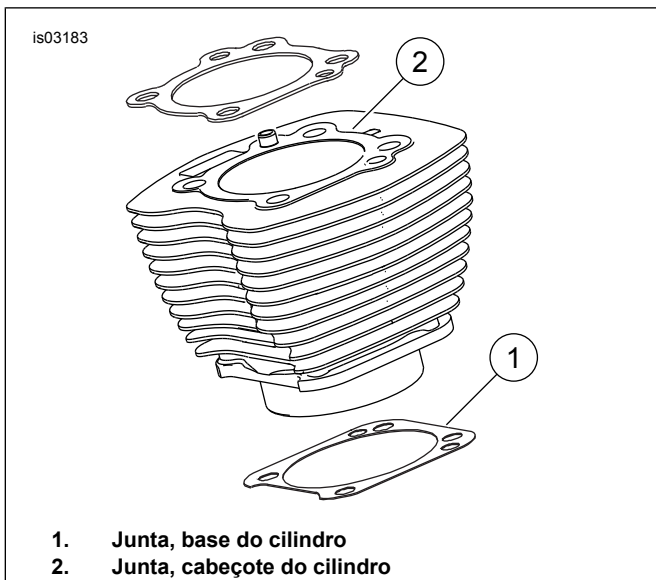

Figura 1. Juntas do Cilindro
Figura 1. A junta da base do cilindro de 4,060 pol. (1) e a junta da cabeça do cilindro (2) eliminam a necessidade de utilização de anilhas de borracha. Não utilize juntas tóricas nas cavilhas cilíndricas ou nos encaixes cilíndricos.